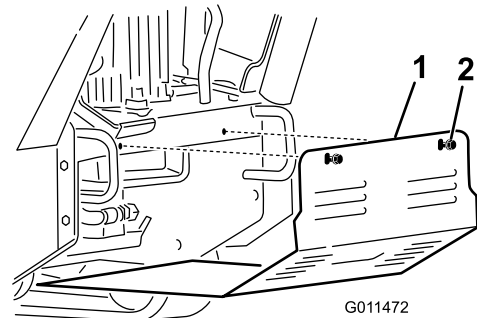

Figure 26
2. Desserrez l'un après l'autre les deux boulons qui fixent le panneau de protection inférieur jusqu'à ce qu'il se détache (Figure 26).
2. Glissez le panneau dans la machine jusqu'à ce qu'il repose sur les 4 languettes (Figure 26).